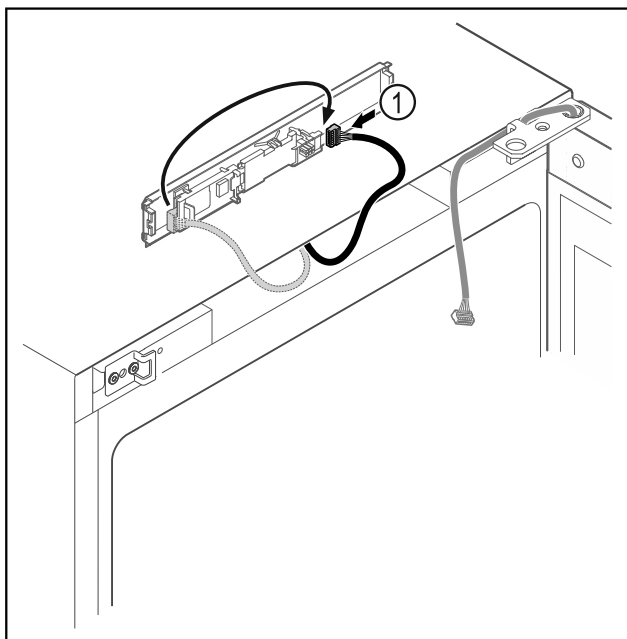

Fig. 20
- ▶ Ponovno spojite utikač Fig. 20 (1) na tiskanu pločicu.